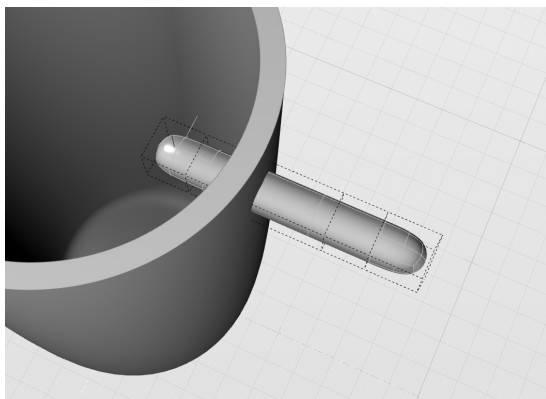

图 7-43 多次重复挤出操作
4) 多次重复该挤出面操作, 获得多边形面如图 7-43 所示。单击鼠标右键退出编辑操作。